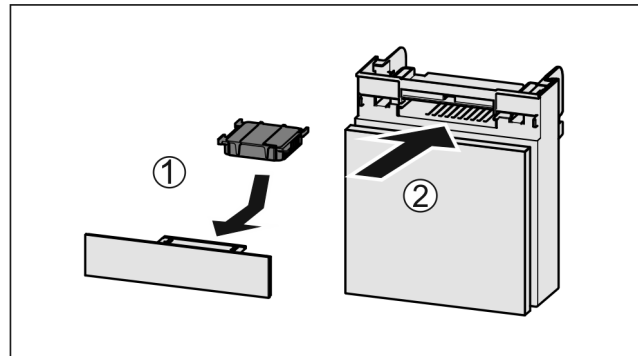

Fig. 135
- ▶ Actiefkoolfilter overeenkomstig afbeelding aanbrengen Fig. 135 (1).
- ▶ Lade erin schuiven Fig. 135 (2).